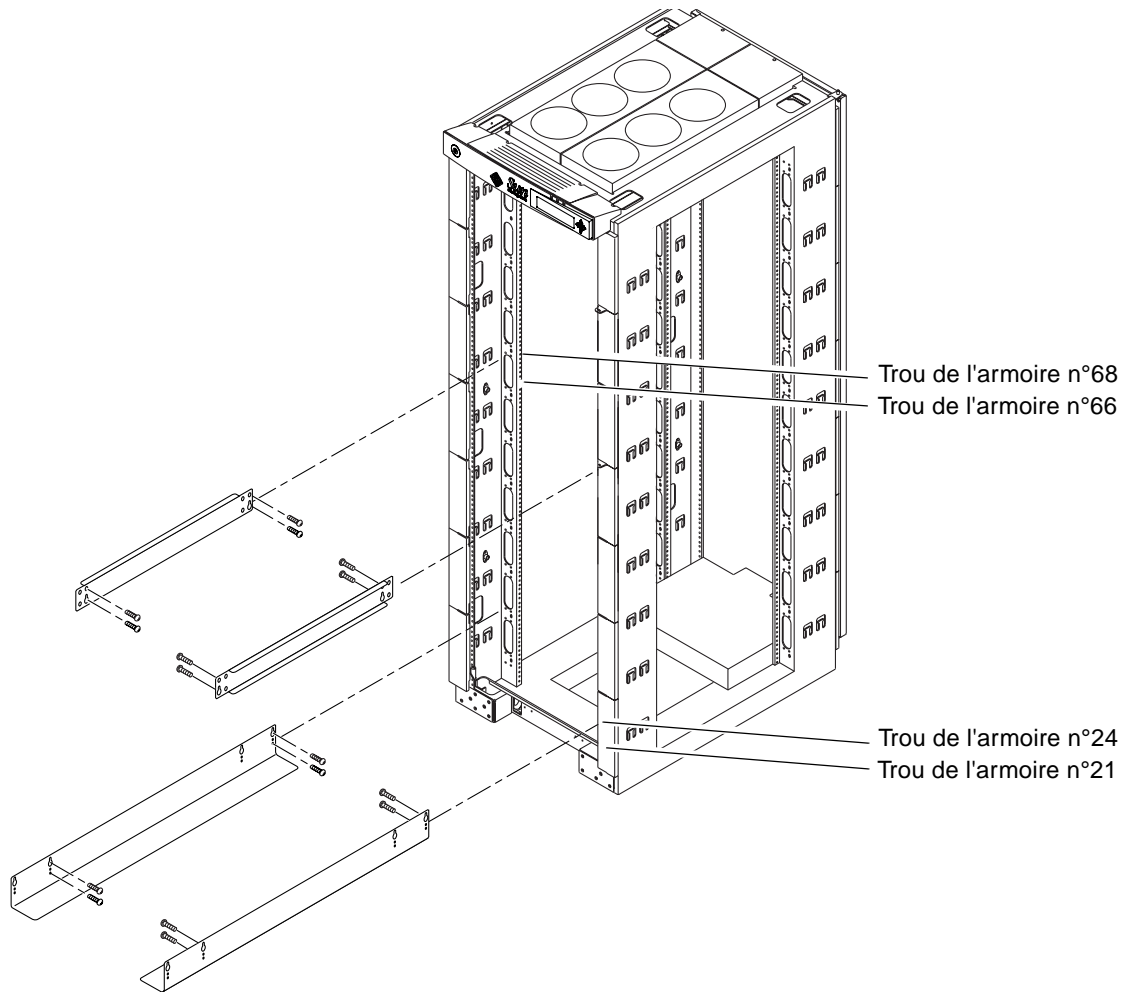

FIGURE 3-1 Installation des rails dans une armoire Sun Fire
1. **Fixez chaque rail à l'armoire Sun Fire à l'aide de quatre vis (deux vis à insérer dans les trous de suspension et deux vis à insérer dans les fentes au-dessus des trous de suspension). Les numéros des trous sont indiqués à la FIGURE 3-1.**